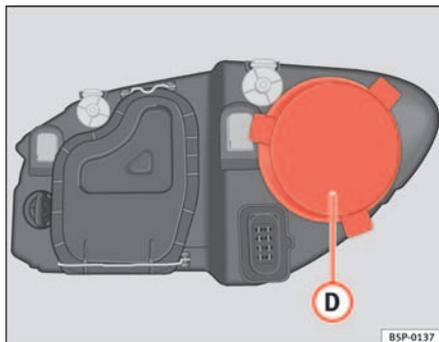

Fig. 179 Luz de población
- Retire la tapa ⇒ fig. 179 **D** tirando de la misma.